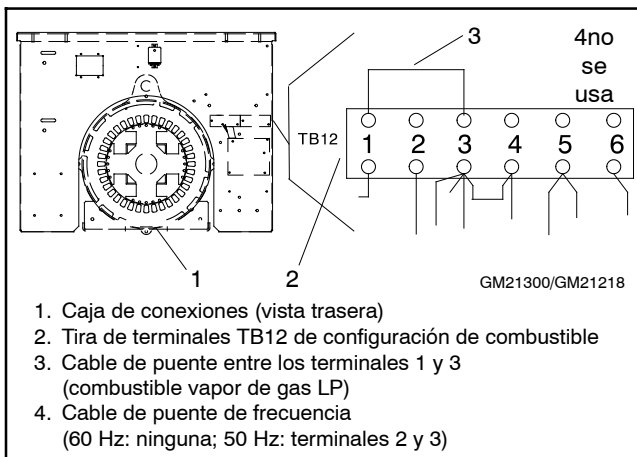

Figura 9-37 Cable de puente de configuración de combustible (Combustible LP, Modelo 60 Hz, 30 kW [3.0 L])
- **Sólo el modelo de 30 kW con motor 3.0 L).** Adjuntar un cable de puente de 18ga. suministrado por el usuario entre los terminales 1 y 3 (combustible vapor de gas LP). Consultar la Figura 9-37 para los requisitos del cable de puente de frecuencia.